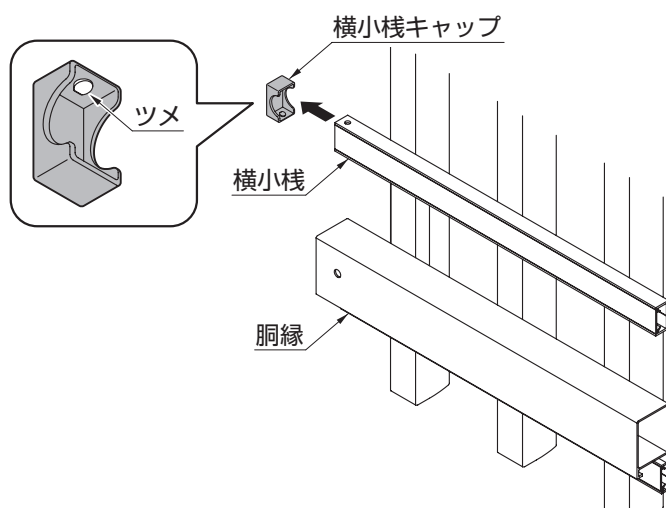

図3-2 横小棧キャップの取外し
- ② 横小棧キャップについているツメを折らないように気をつけて、切断した側の横小棧キャップを外してください。(図3-2参照)